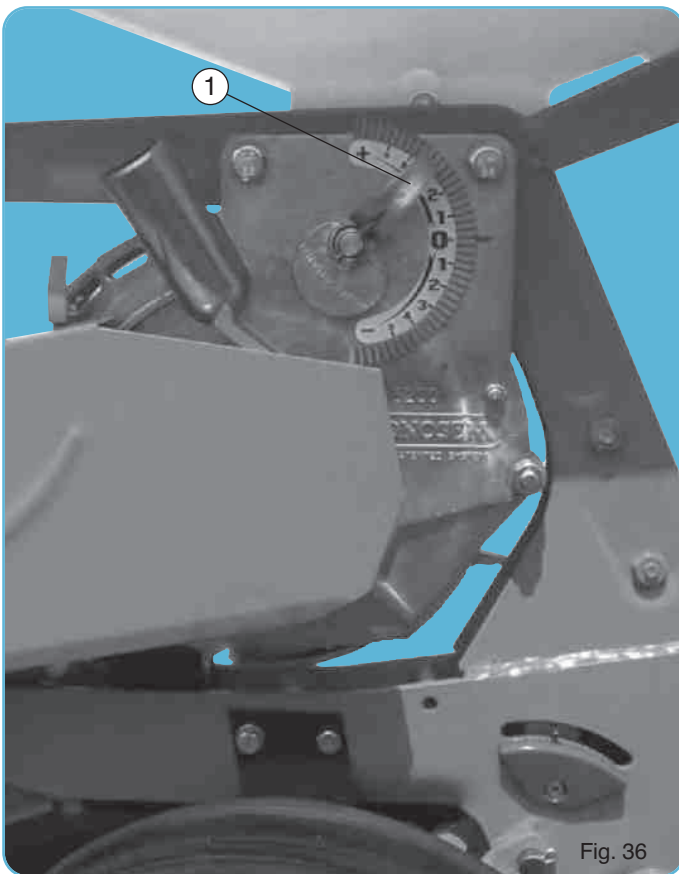

Fig. 36
- L'index (1) remonté vers le + (fig. 36) éloigne la plaque des trous du disque, augmente l'aspiration (en limitant la prise d'air (2)) ce qui provoque une tendance aux doubles.
- When the indicator (1) is positioned to the + (fig. 36) it raises the scraper over the holes of the disc, increasing the degree of suction (closing the size of the hole (2)). This may cause doubles.
El índice (1) girado hacia + (fig. 36) aleja la placa de los agujeros, aumenta la aspiración (limitando la toma de aire (2)), lo que provoca una tendencia a los dobles.